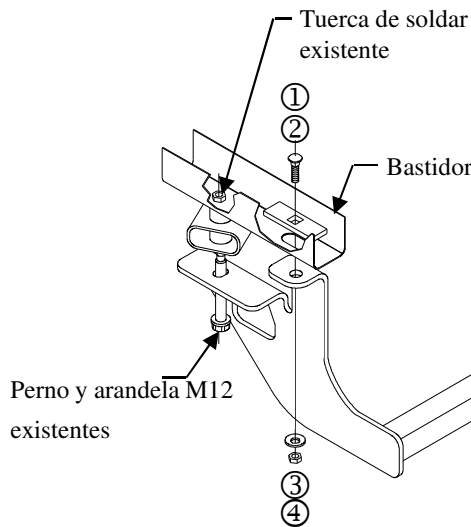

Figura 1.
3. Levante el enganche a su posición como se muestra en la figura 1, introduciendo los alambres de halar a través de los orificios posteriores en el soporte. Localice el soporte del costado del conductor en su posición primero cerca del gancho del escape delantero. Si es necesario para que el costado del pasajero quede en su posición, afloje el gancho del escape en el costado del pasajero para que permita que el soporte del escape se mueva de lado a lado.